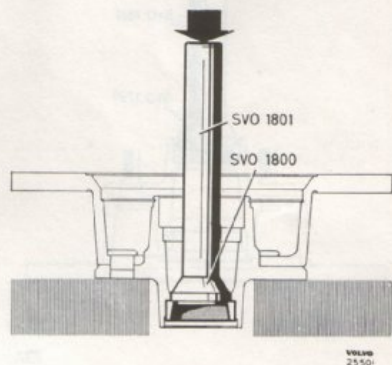

Bild 28. Demontering av yttre lagring.
4. Demontera lagerringarna. Använd för inre lagrets ring dorn SVO 1799 (bild 27) och för yttre lagrets ring dorn SVO 1800 (bild 28) jämte standardskaft SVO 1801.